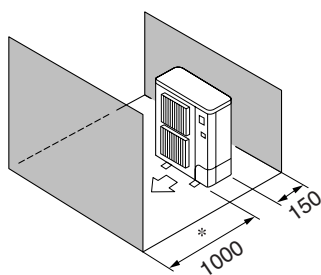

Fig. 2-6
- ⑤ Solo ostacoli anteriori e posteriori (Fig. 2-6)